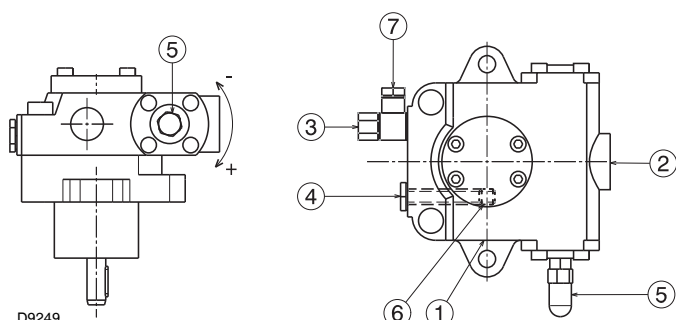

Fig. 22
Elles sont installées sur le brûleur avec le by-pass fermé par la vis 6) (Fig. 22)
- Pour que la pompe (Fig. 22) puisse s'auto-amorcer, il est indispensable de desserrer la vis 4) de la pompe pour purger l'air contenu dans le tuyau d'aspiration.
Legende (Fig. 22)
Si la pompe a été vidée, la remplir de combustible par le bouchon du vacuomètre 4) (Fig. 22) avant de la mettre en marche pour éviter les grippages.
Pour modifier la pression de la pompe, agir sur la vis 5) (Fig. 22). Voir informations indiquées à page 18.